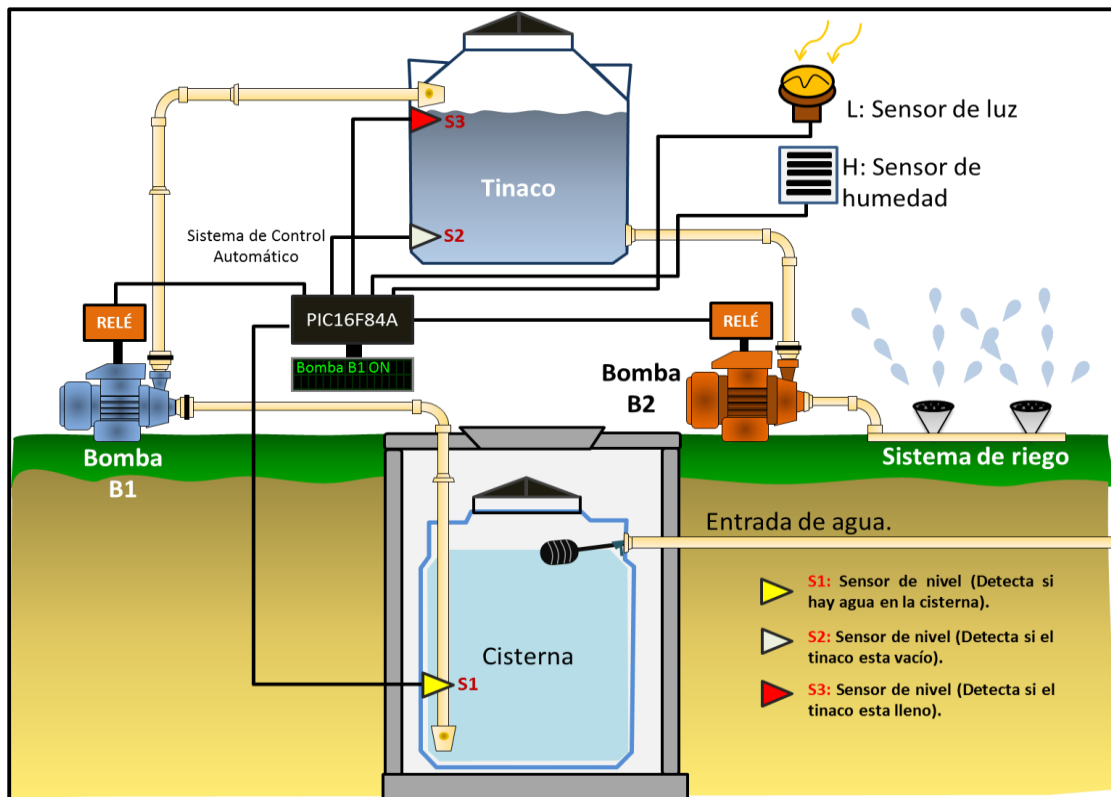

Figura 69. Esquema del sistema cisterna-tinaco.
1. El siguiente problema consiste en un sistema basado en una cisterna y un tinaco. Cada uno de los depósitos de agua cuenta con sensores que indican el nivel de líquido. Además cuenta con un sensor de luz (fotorresistencia) que ayudara a detectar el día y la noche, por otro lado está el sensor de humedad que detectara si el ambiente es húmedo o seco. Analiza la imagen para entender cada uno de los dispositivos que conforman el sistema y observa la función que debe de desempeñar cada dispositivo en la *tabla 18*. Puedes guiarte del esquema de la *figura 69*.